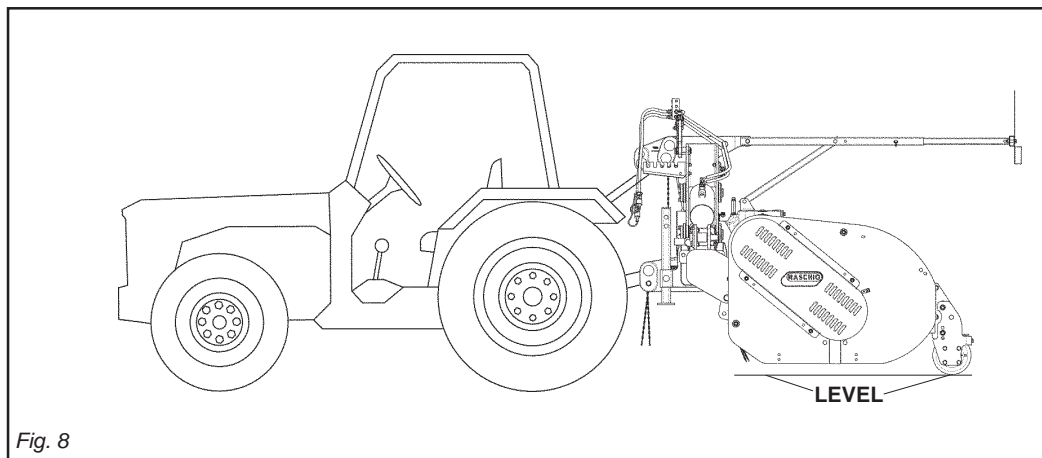

Fig. 8
Regolare l'assetto della macchina con il sollevatore, facendo in modo che la macchina sia orizzontale, o appena più alta anteriormente, per favorire l'ingresso del materiale (Fig. 8).
*Regulate the driving position of the machine with the hoister so that the machine is horizontal, or only slightly higher in the front, to favor the entrance of the material (Fig. 8).*
Régler l'assiette de la machine avec celle du relevage, en faisant en sorte que la machine soit horizontale ou à peine plus haute à l'avant, pour faciliter l'entrée du matériau (Fig. 8).
*Die Lage der Maschine mithilfe des Hubwerks einstellen, sodaß sie parallel zur Bodenfläche liegt, bzw. vorne etwas mehr angehoben ist, um eine problemlose Zufuhr des Materials zu ermöglichen (Abb. 8).*
Ajuste el eje longitudinal de la máquina con el elevador, tratando de que la máquina esté en posición horizontal, o apenas más alta en la parte delantera, para favorecer el ingreso del material (Fig. 8).